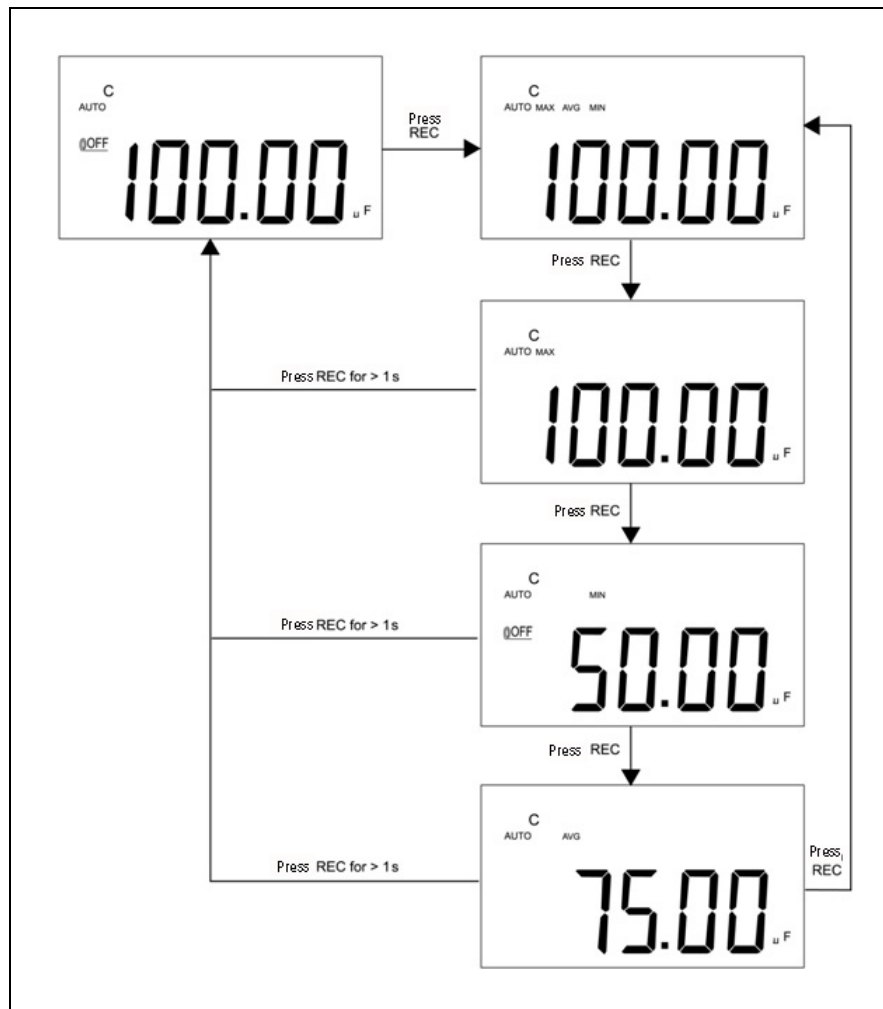

Figura 2-1 Operación de tolerancia
- 2 Presione este tecla momentáneamente para pasar por las mediciones máximas, mínimas, promedio y actual. Se encenderá el anunciador **MAX**, **MIN**, **AVG** o **MAX AVG MIN** respectivamente para indicar qué valor se está mostrando, (consulte la Figura 2-1).